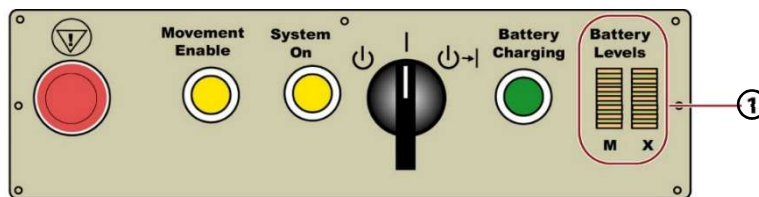

Abb. 1
**Anzeigen am Akku-Ladegerät:** Auf der in Abbildung 1 dargestellten IAS-Bedientafel zeigen die beiden senkrechten gelben LED-Balken (①) den Ladezustand der Bewegungsakkus (**M**) und der Röntgenakkus (**X**) an. Weitere Informationen zu den Akkuladezuständen, die durch die aufsteigend blinkenden LEDs angezeigt werden, finden Sie in der Bedienungsanleitung unter „Akkuladezustandsanzeigen“. Siehe „Benutzerleistungsprüfungen“ in der Bedienungsanleitung, um den ordnungsgemäßen Betrieb der Maschine sicherzustellen.